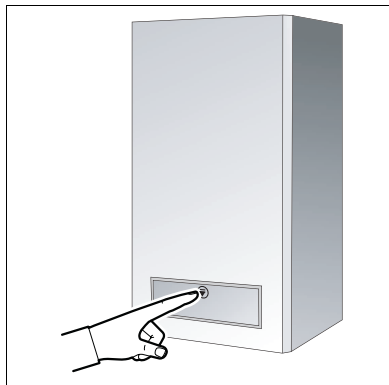

Fig. 5 Öppna luckan
- Öppna luckan på värmepannans framsida genom att trycka på symbolen längst upp på luckan (fig. 5).
- Öppna luckan på värmepannans framsida (fig. 5).